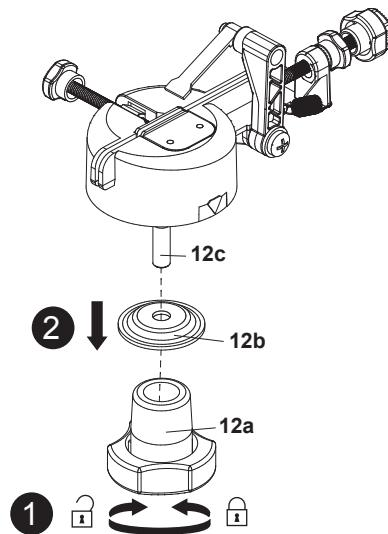

Fig. 1
1. Desenrosque el retén del tornillo de banco (12a) hacia la izquierda (Fig. 1, paso 1).
2. Quite el retén del tornillo de banco (12a) junto con la arandela cóncava (12b) del perno (12c) (Fig. 1, paso 2).